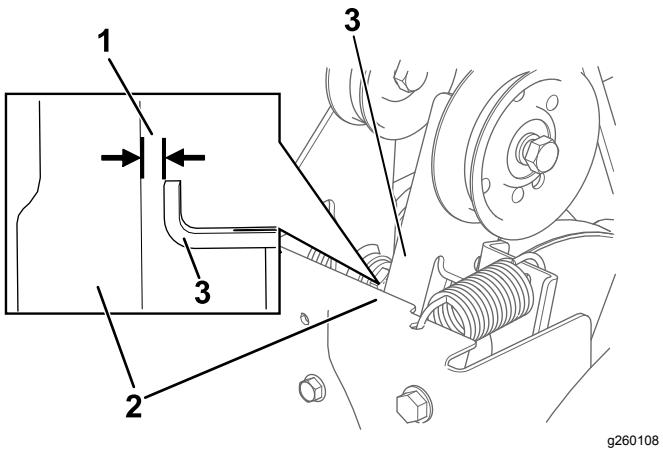

Figura 28
3. Con la leva della coclea/ventola disinnestata, assicuratevi che la distanza tra il braccio della frizione della coclea e il telaio della macchina sia pari a 1,5 mm, come illustrato nella Figura 28.